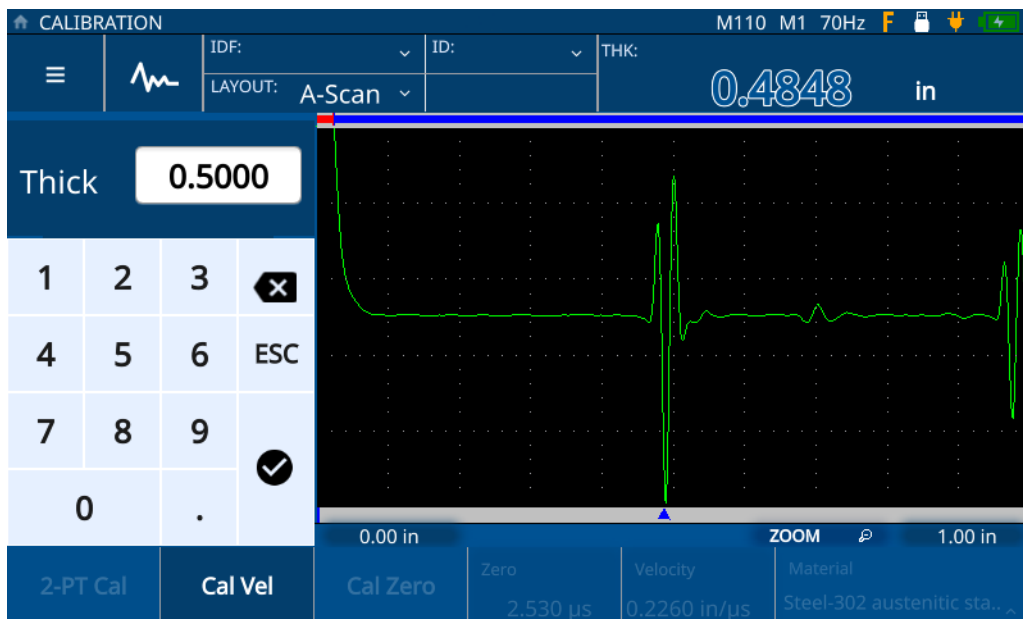

Figura 5-9 Inserção de espessura da amostra
5. Toque no valor de **Thick** (Espesso) para entrar no modo de edição e insira a espessura da amostra (consulte Figura 5-9 na página 48).